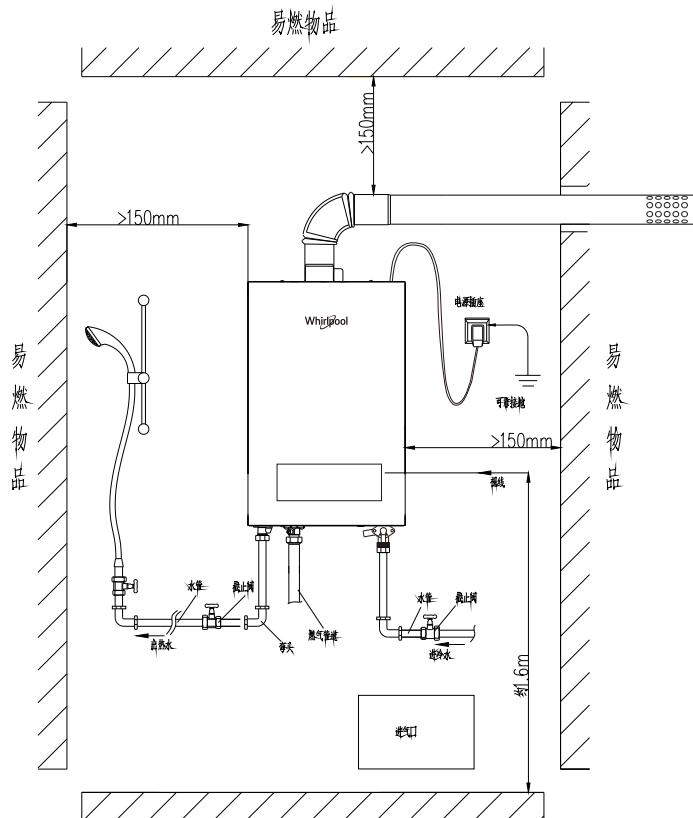

图2
- 热水器与可燃物品应保持不小于150mm的距离(如图2所示距离),易燃、易爆、及产生腐蚀气体的物品需远离热水器,例如汽油、柴油、酒精等。
##### ■ 必须使用本热水器所配用的专用烟道，安装方法见图2所示。如烟道较短可根据需要适当加长。